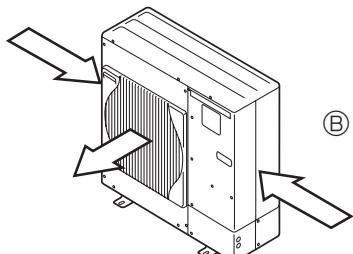

Fig. 2-4
- ③ Se possibile, posizionare l'unità in modo che la bocca di uscita soffi perpendicolarmente alla direzione del vento stagionale. (Fig. 2-4)
④ Direzione del vento